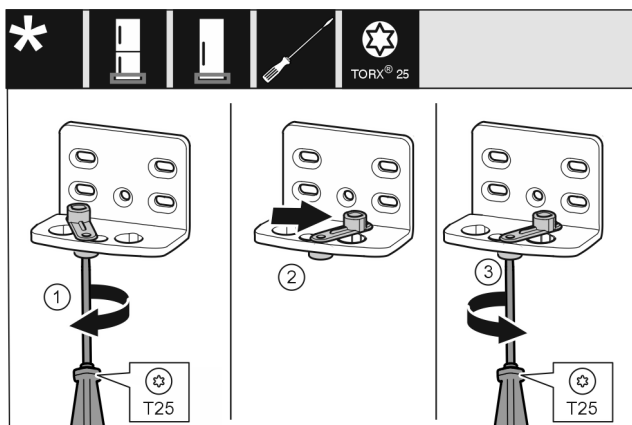

Fig. 14
- ▶ Keerake kruvi kruvikeerajaga T25 lahti. Fig. 14 (1)
- ▶ Tõstke ukse sulgemisabi üles ja pöörake 90° võrra paremale avasse. Fig. 14 (2)
- ▶ Keerake kruvi kruvikeerajaga T25 kinni. Fig. 14 (3)